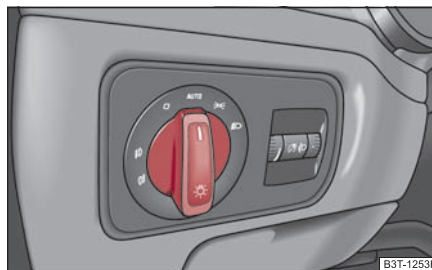

Fig. 56 Tableau de bord : Commutateur d'éclairage
- Faites tourner le commutateur d'éclairage ⇒ fig. 56 sur la position **AUTO**.
- Faites tourner le commutateur d'éclairage ⇒ page 62, fig. 56 sur la position **AUTO**.